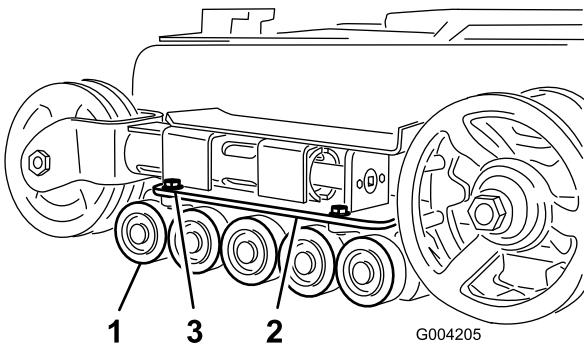

Figure 43
2. Retirez les 4 boulons de fixation de chaque guide-chaîne inférieur qui contient les galets de roulement, et déposez-les (Figure 43).